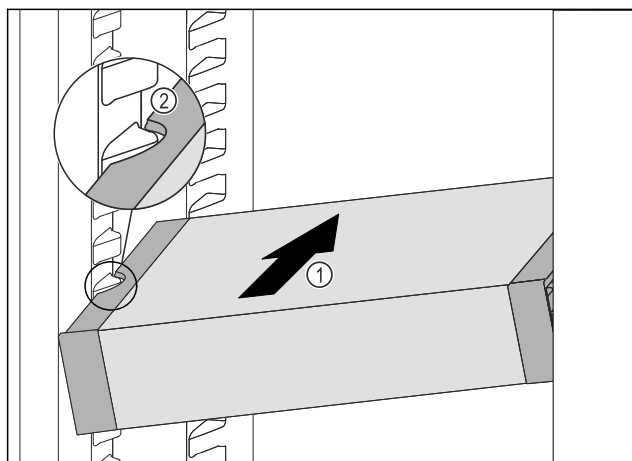

Fig. 110
- ▶ 将 VarioSafe 斜插入冷藏区中 Fig. 110 (1)，直至 VarioSafe 的侧部凹槽 Fig. 110 (2) 与冷藏区中的容器肋梁持平。